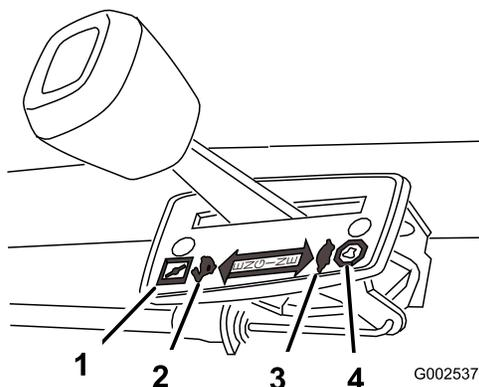

Figure 9
Les différents réglages de la manette d'accélérateur sont illustrés à la Figure 9.
3. Réglez la manette d'accélérateur en position Starter (Figure 9).